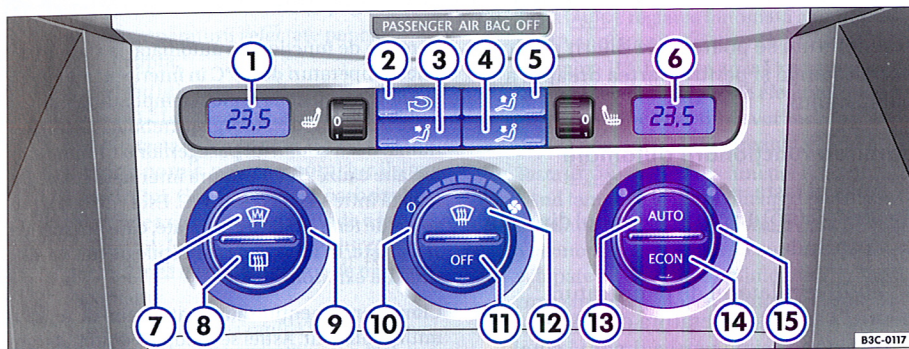

Fig. 111 În consola centrală: Elemente de comandă Climatronic
– Apăsăți tastele ⇒ fig. 111 (3) - (5), sau rotiți regulatorul (10). Lampa de control din tasta [AUTO] se stinge.
– Apăsăți tasta (15) ⇒ pagina 114, fig. 111" (2), pentru a activa sau dezactiva recircularea aerului. Funcția este activată când în tastă se aprinde un bec.